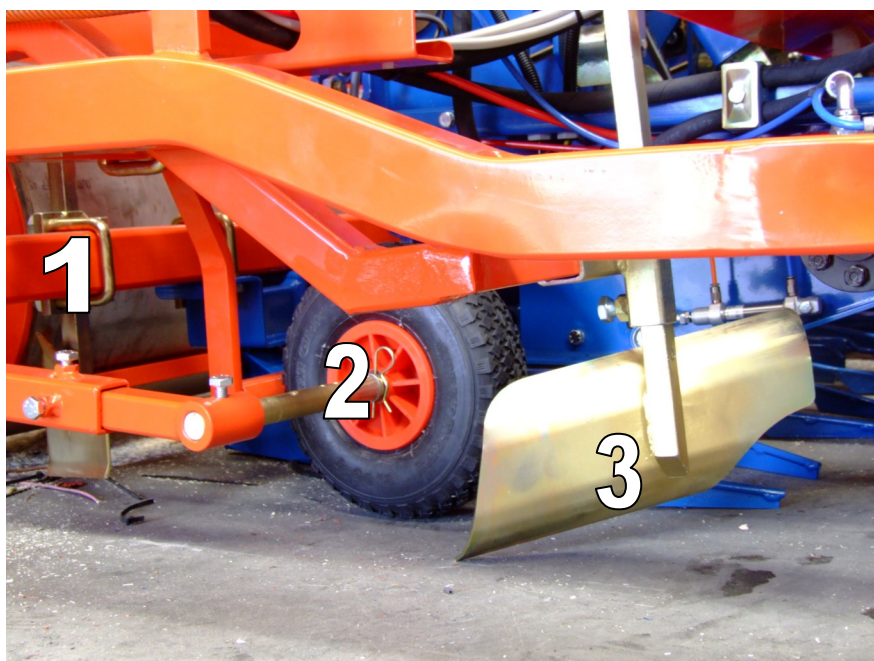

FIG.12
**19.1 - I vomeri e la ruota di rinalzo** del film plastico (part. 1, 2, 3 - fig. 12) vanno regolati in base alla larghezza del film plastico che si sta utilizzando. Possono essere stretti o allargati svitando le viti di fermo degli stessi.